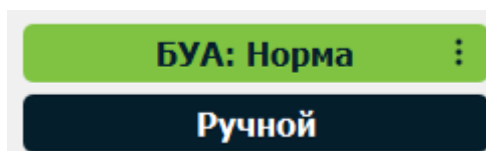

Рисунок 17 – Панель состояния основного окна.
3.3.3.2.3 Состояния основного окна (рисунок 17)